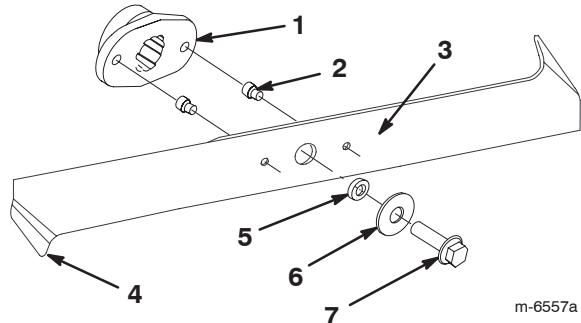

Bild 35
3. Prüfen Sie die Schnittmesser, insbesondere die gebogenen Kanten (Bild 35). Montieren Sie neue Messer, wenn Sie eine Abnutzung oder Beschädigung dieses Bereichs feststellen.
4. Ersetzen Sie die Scherbolzen sofort, wenn sie gebrochen sind (Bild 35).
3. Entfernen Sie die Messerschrauben, Scheiben und Messer (Bild 35). Sie können einen Holzklotz zwischen das Schnittmesser und das Mähwerk keilen, um das Schnittmesser beim Entfernen der Schraube zu blockieren.
2. Untersuchen Sie die Schnittkanten (Bild 35). Bauen Sie, wenn die Kanten nicht scharf sind oder Kerben aufweisen, die Schnittmesser aus und schärfen Sie sie. Siehe „Schärfen der Messer“ auf Seite 34.
1. Montieren Sie die Schnittmesser, Scheiben und Messerschrauben (Bild 35).